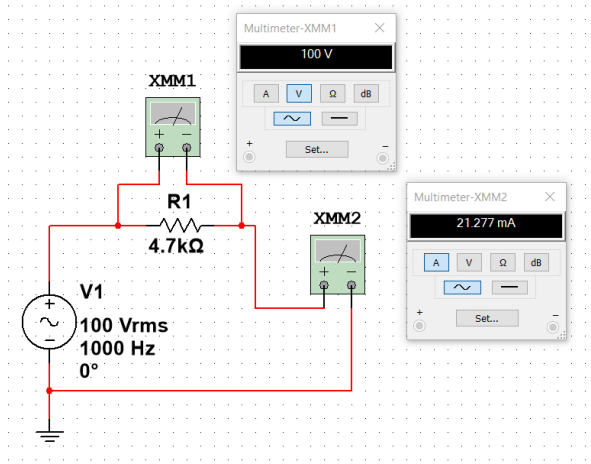

Рис. 5.8
4. Зібрати схему, подібну до рис. 5.8.